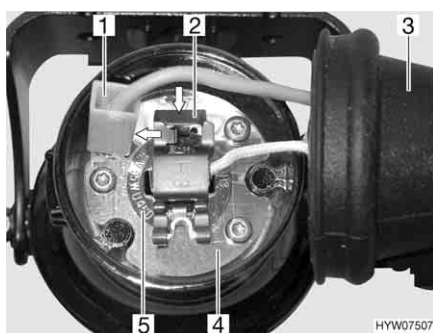

Fig. 129 Luce fendinebbia
- Afferrare dietro la luce fendinebbia e togliere il copripolvere di gomma (Fig. 129,3) dall'involucro (Fig. 129,4).
- Togliere il cavo negativo (Fig. 129,1) dall'involucro.
- Premere la graffa di supporto (Fig. 129,2) per sganciarla e spingerla di lato.
- Estrarre dall'involucro la lampada ad incandescenza (Fig. 129,5) con il cavo.